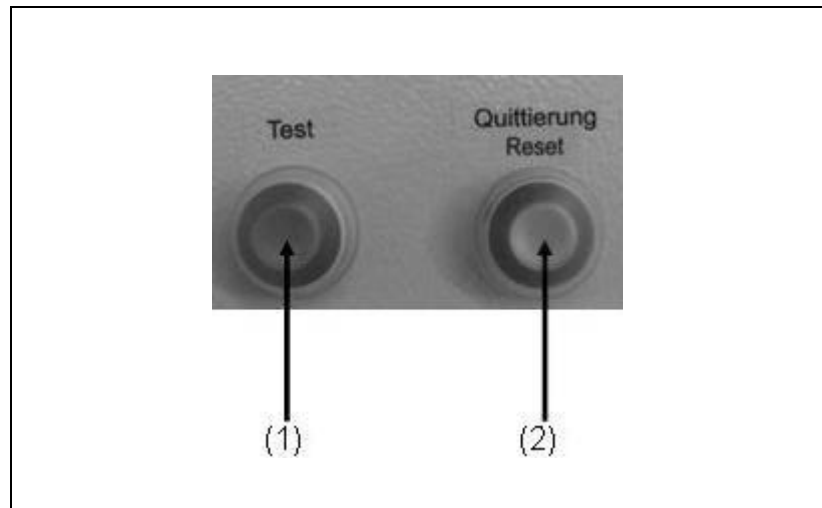

Abb. 5-2: Isolationsüberwachung mit E-MCS 4.0
2. Drücken Sie den Testknopf (siehe Abb. 5-2-(1))
3. Nach der Überprüfung muss der Reset-Taster (siehe Abb. 5-2-(2)) gedrückt werden um das Gerät wieder zu betreiben.
2. Nach dem Abschalten und Abstecken des Verbrauchers muss der Reset-Taster (*siehe Abb. 5-2-(2)*) gedrückt werden um das Gerät wieder zu betreiben.